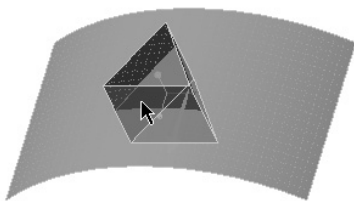

图 5-41 指定修剪对象
- 4) 系统提示选择任意平面、曲线链或曲面以用作修剪对象。选择的修剪对象如图 5-41 所示。